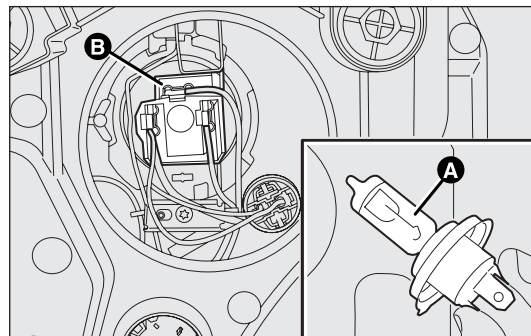

рис. 162
- отсоедините центральную электрическую колодку В – рис. 162 и открепите пружинный зажим;